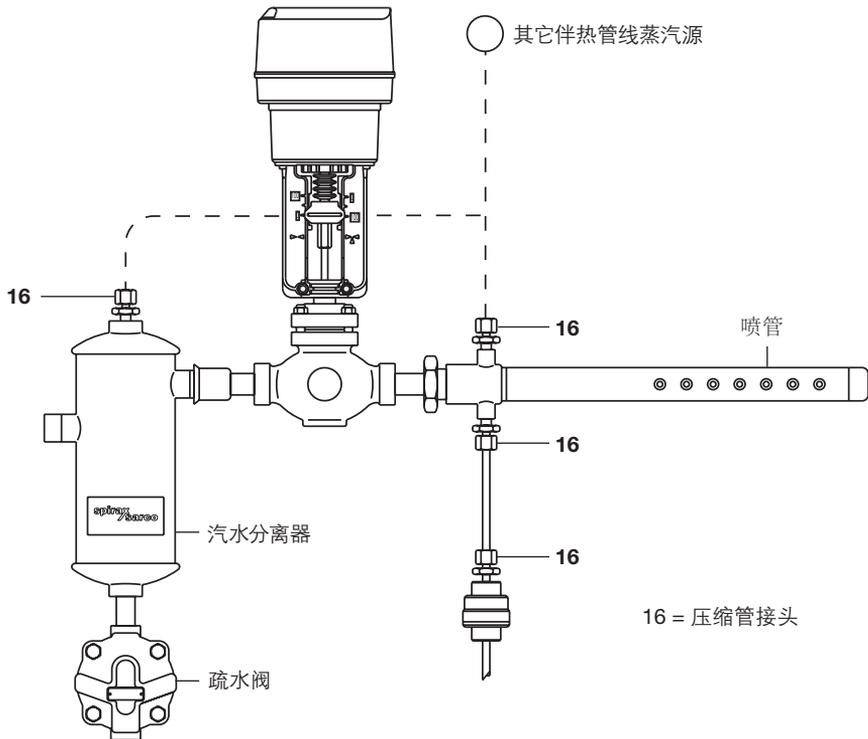

图1 直接蒸汽喷射加热器的典型布置
根据所提供的SI系统的型号及喷管型号，斯派莎克加湿器的包装方式有所不同。检查接收的产品是否与订单/收条上的一致很重要。汽水分离器上的铭牌显示了系统型号 (20型或40型)。喷管上的铭牌显示了系统型号 (20型或40型) 和喷管型号 (1-12型；喷管长度见相应的TIS)。订购的其余相关产品，例如疏水阀、过滤器、减压站等将单独包装。当斯派莎克将控制阀一起提供时，控制阀和分离器将组装在一起。其余的管道部件将单独包装提供。两个压缩管接头 (16-见图1) 与汽水分离器一同提供，每根喷管另带两个压缩管接头。喷管包装在硬纸板中提供。
- 3.1.3 两个1/4" BSP\*8mm压缩管接头（16-见图1）与汽水分离器一同提供，每根喷管另带两个压缩管接头。这些管接头用于连接汽水分离器与喷管之间的伴热管线，以及伴热管线的疏水阀。